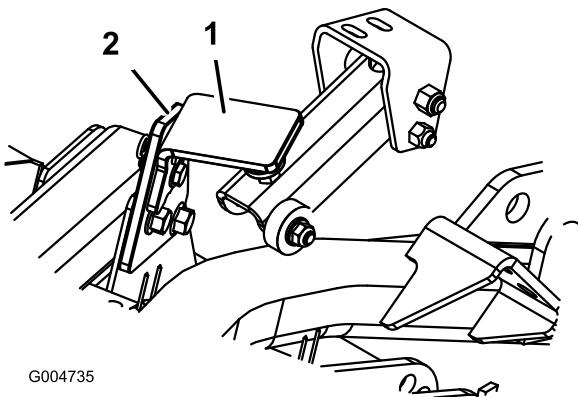

Figura 84
2. Togliete la coppia ed il perno con testa che fissano il fermo di trasferimento dell'apparato di taglio al piastrino del fermo (Figura 84). Girate il fermo verso il retro dell'apparato di taglio.